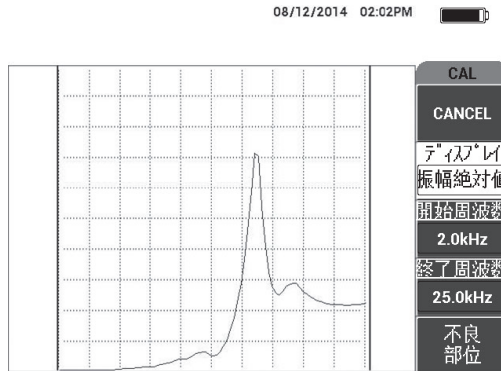

図 6-63 最も小さい欠陥の信号
4. 最も小さい、つまり最も重要な欠陥の上にプローブチップを配置して、**BAD PART** (E キー) を押します (180 ページの図 6-63 参照)。